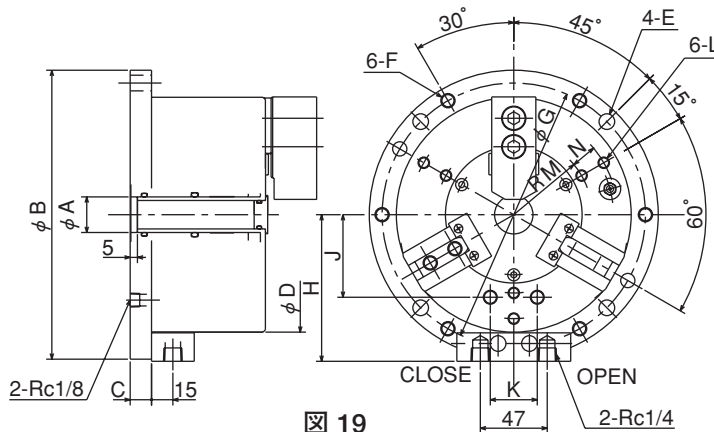

図 19
- ・ブロック部またはワークグリッパ底面のエア供給ポートに配管してください。使用しない側のポートは埋栓してください。（図19 参照）